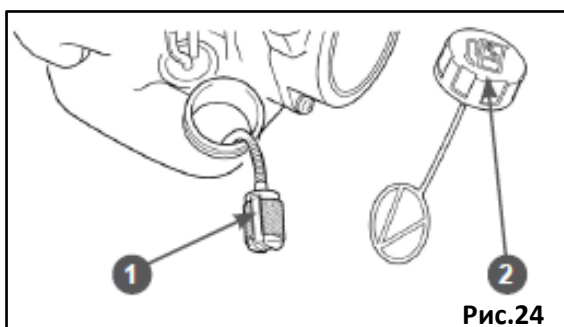

Рис.24
- Открутите крышку топливного бака (2).
- Зацепите крючком топливный шланг с фильтром (1) и вытяните фильтр через заливную горловину (Рис. 24).